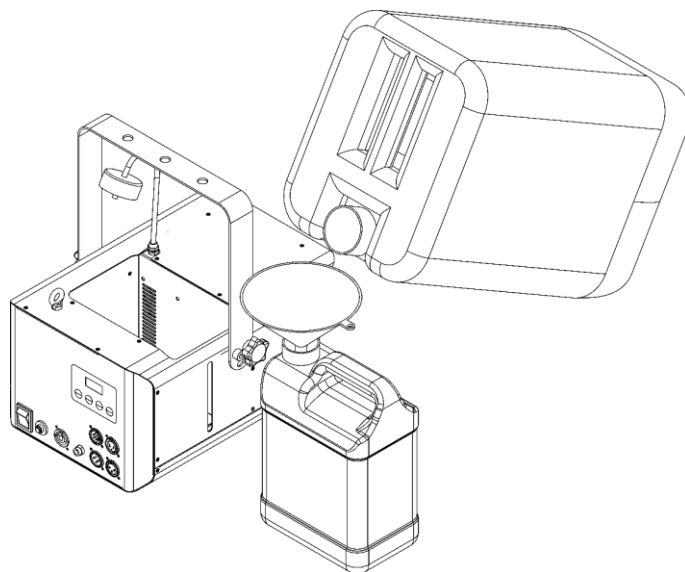

Fig. 11
- 05) Utilice un embudo para verter el líquido de niebla en el depósito, como se muestra en la Fig. 11.